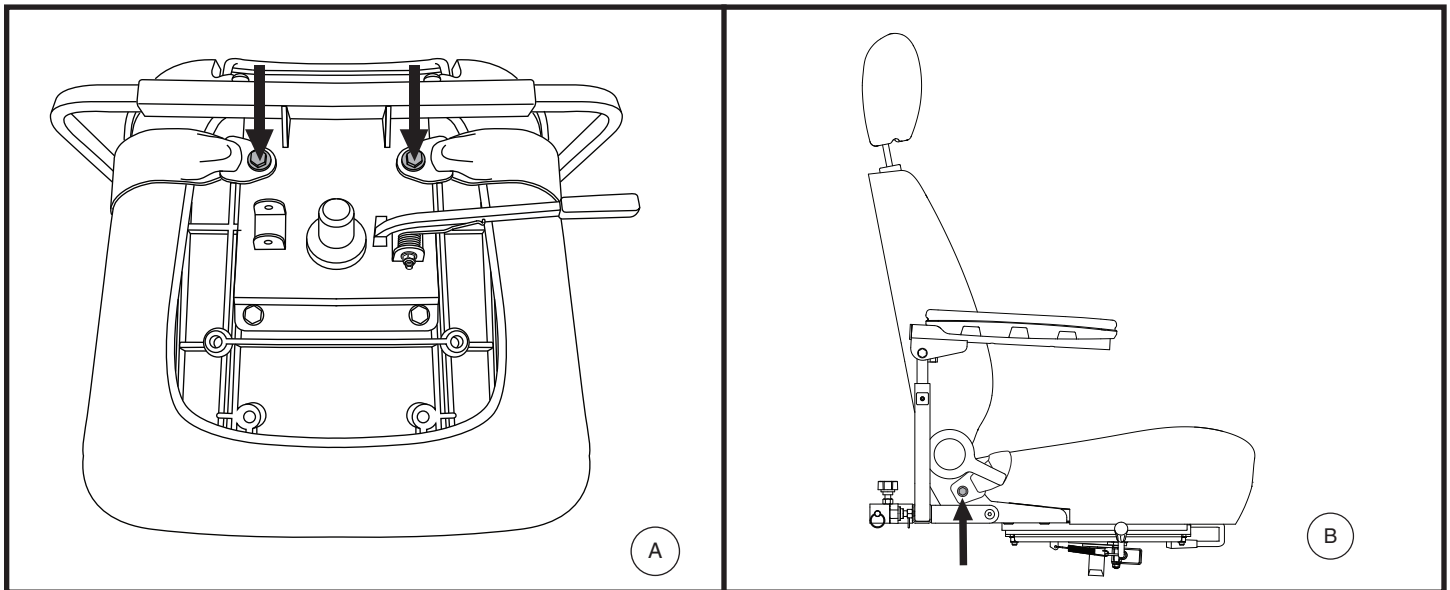

Figure 25. Boulons du ceinture de positionnement
Votre scooter peut être équipé d'une ceinture de positionnement de type automobile réglable pour votre confort. **Voir la figure 25.** La ceinture de positionnement est conçue pour supporter et empêcher le conducteur de glisser ou d'avancer sur le siège. La ceinture de positionnement n'est pas une ceinture de sécurité.
2. Placez le siège à l'envers pour faire face à sa base. **Voir la figure 25.**